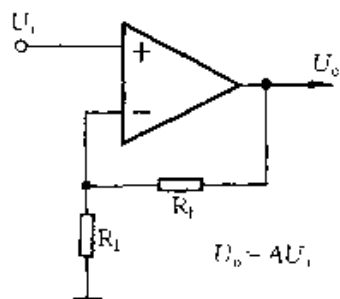
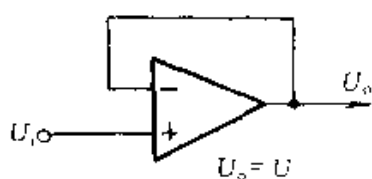

图 2-343
图 2-344
② 同相放大器电路如图 2-343 所示, R_f 为反馈电阻, R_1 为输入电阻, 其闭环放大倍数 $A = 1 + \frac{R_f}{R_1}$ 。输入电压 U_i 由同相输入端输入, 其输出电压 U_o 与输入电压 U_i 相位相同。当 $R_f = 0$, $R_1 = \infty$ 时, 便构成了电压跟随器, 如图 2-344 所示。这是同相放大器的一个特例, 其电压放大倍数 $A = 1$, 输出电压 U_o 与输入电压 U_i 大小相等、相位相同。集成运放电压跟随器具有极高的